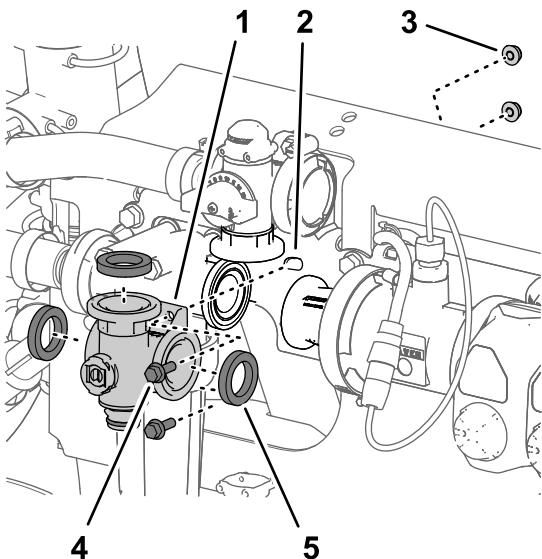
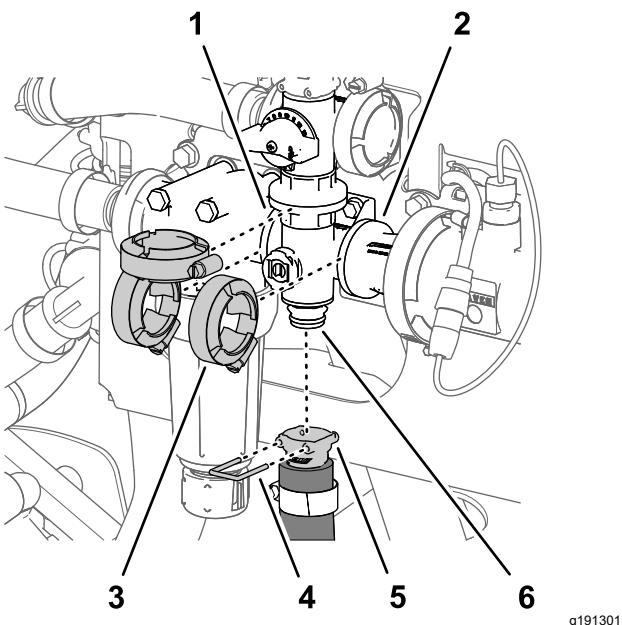

Рисунок 125
Рисунок 126
1. Совместите фланец коллектора клапана перемешивания и 3 прокладки с фланцами перепускного клапана перемешивания, головки фильтра линии нагнетания и переходного соединителя (Рисунок 125 и Рисунок 126).
перемешивания, головке фильтра линии нагнетания и переходному соединителю (Рисунок 126) с помощью 3 фланцевых хомутов, снятых при выполнении действий, описанных в разделе Демонтаж коллекторного клапана перемешивания (страница 95).
5. Затяните 3 фланцевых хомута от руки (Рисунок 126).
6. Установите быстроразъемный соединитель шланга перемешивания на быстроразъемный штуцер коллектора клапана перемешивания при помощи штифта быстроразъемного соединения (Рисунок 126).